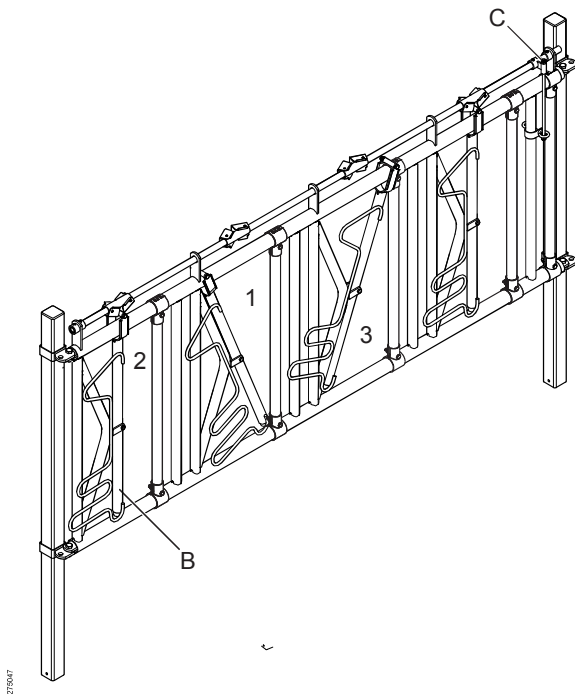

Fig. 5: DeLaval sikkerhetsfangfront HLS50.
Hvis styringsenheten er i låst posisjon, låses svingrøret automatisk når det vris til vertikal posisjon (2). Se Fig. 5. Kyrne kan bare gå bort fra gjerdet etter at håndtaket har blitt dreid til den åpne posisjonen, eller låseinnretningen har blitt løsnet manuelt.
Hvis låseinnretningen frigis manuelt, kan det dreibare røret bli vridd til åpen posisjon (1) eller sikkerhetsposisjon (3) avhengig av hvilken side av låseinnretningen som frigis, og hvilken funksjon som trengs. Se Fig. 5.